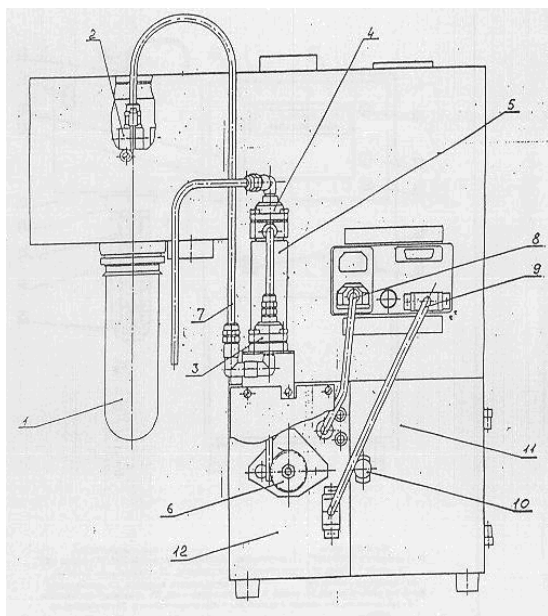
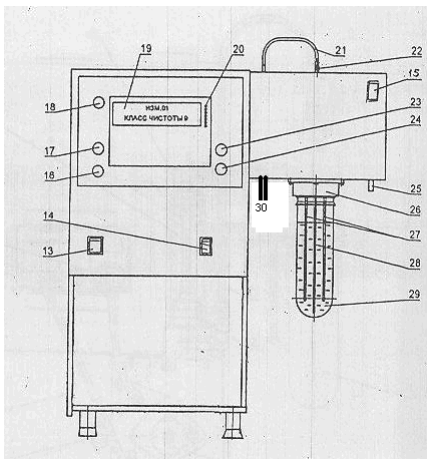

Рис. 1. Анализатор (вид сзади)
Рис. 2. Анализатор (вид спереди)
На задней стороне анализатора (рис. 1) находятся:
На лицевой панели анализатора (рис. 2) находятся:
- Освободите винты сухарей, крепящих пластмассовую трубку (7) к корпусу анализатора (рисунок 2) и накидную гайку, крепящую ее к входному клапану насоса. Снимите трубку. Вывинтите невыпадающий винт (10), открутите крышку (11) и поверните блок насоса по часовой стрелке до упора. Залейте с помощью шприца 10 см³ индустриального масла И-40А (ГОСТ 20799) в редуктор и 1 см³ - в подшипник двигателя РД09А. Верните блок на место и восстановите гидравлическую схему и механические крепления.
- Под сливной трубкой (23) установите емкость для сбора отработанных проб.
- Залейте в пробоотборник (29) примерно 120 см³ анализируемой жидкости (пробы) и винтите его в основание мешалки (26) (рис. 1).
- Включите выключатели "Сеть" и "Мешалка". Убедитесь в том, что лопасти (27) при вращении не задевают стенок, и через одну минуту выключите мешалку.